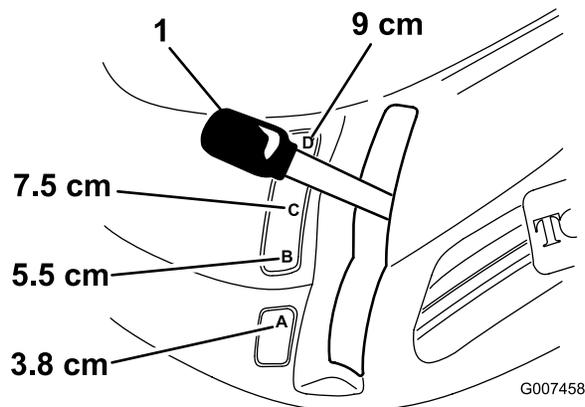

Bild 7
2. Ziehen Sie den Schnitthöhenhebel auf die gewünschte Position und lassen Sie den Hebel langsam los, bis er in der Kerbe einrastet (Bild 7).